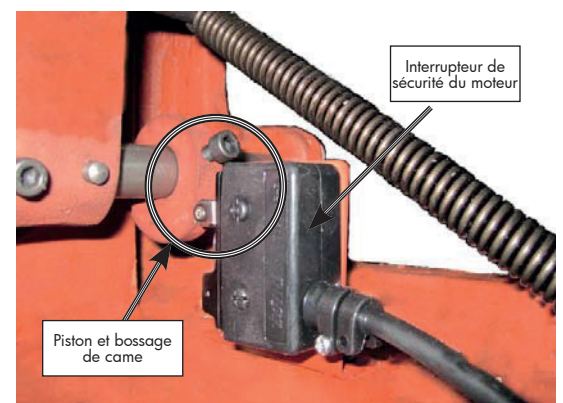

Fig. 94 Interrupteur de sécurité du moteur
10. Repérez l'interrupteur de sécurité du moteur (figure 94) du côté de la contre-pointe du tour.